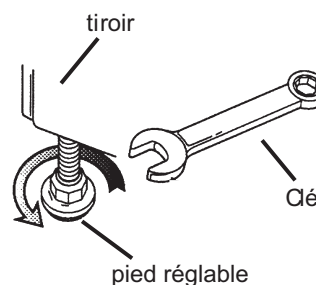

Figure 2: Réglage des pieds
1. Régler la hauteur de l'appareil en tournant les pieds réglables au bas de la cuisinière à l'aide d'une clé 1 1/4 po (31,75 mm). Voir Figure 2: Réglage des pieds.